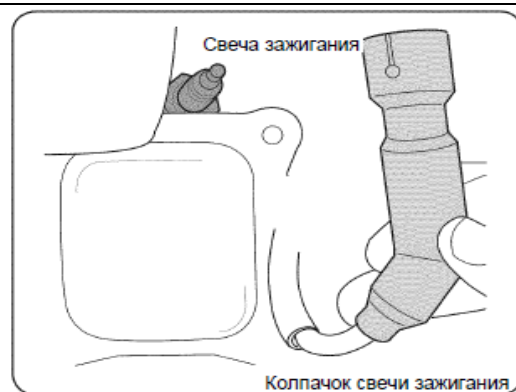

Рис. 16
1. Снимите колпачок со свечи зажигания и с помощью свечного ключа отверните и извлеките свечу, (См. Рис. 16).